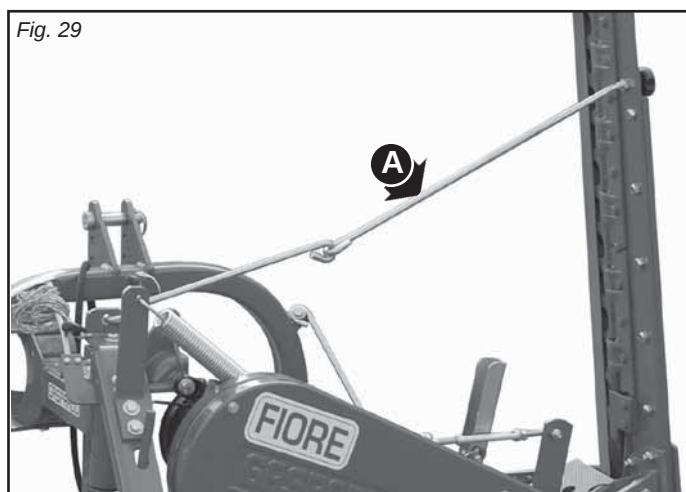

Fig. 29
- Scoateți cârligul de siguranță (A Fig. 29).